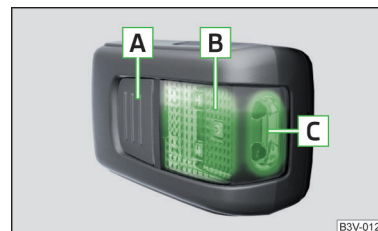

Fig. 154
Description de la lampe » fig. 154
- Pour **allumer** la lampe sortie, appuyez sur la touche **A** drücken » fig. 154. La **désactivation** de l'airbag est indiquée par le voyant.
Si vous n'éteignez pas la lampe et que celle-ci est correctement insérée dans son support, les diodes LED dans la partie avant **C** » fig. 154 de la lampe s'éteignent automatiquement.